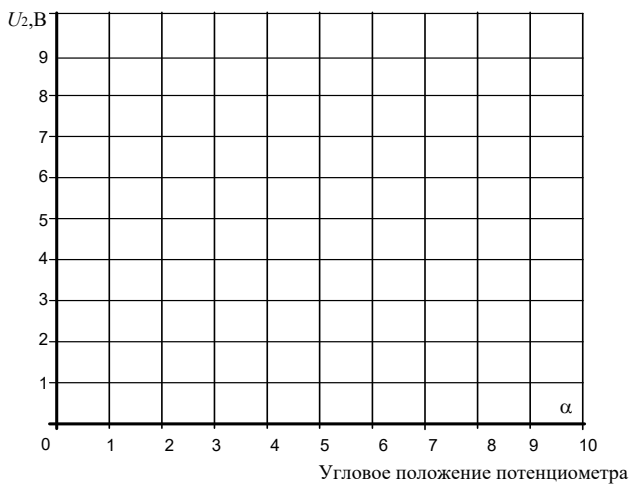

Рисунок 12
5.3. Внесите все измеренные величины в таблицу 5 и перенесите их также на график (рис. 12) для построения кривой $U_3=f(\alpha)$.